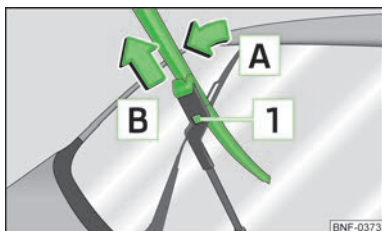

Fig. 31
- ▶ Ridicați brațul ștergătorului de lunetă de pe lunetă și basculați puțin lamela ștergătorului de lunetă în sensul brațului ștergătorului de lunetă, săgeata [A] » fig. 31.